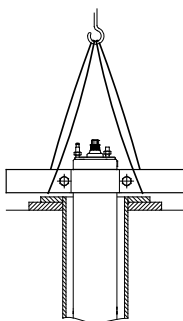

Fig. 15 Motore in posizione verticale
2. Collocare il motore in posizione verticale nella testa di pozzo. Vedi fig. 15.